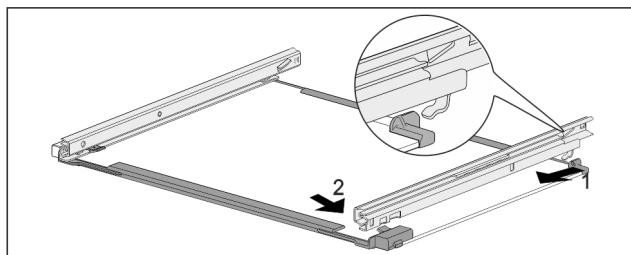

Fig. 206 Glasplaat met rails
- ▶ Rail achter vasthaken. Fig. 206 (1)
- ▶ Rail voor vasthaken. Fig. 206 (2)